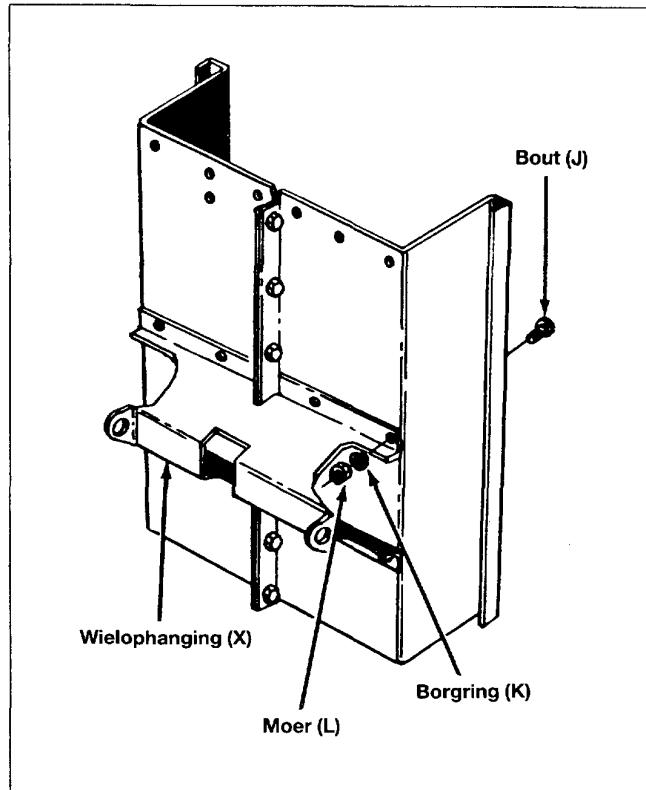

Fig. 4
5. Plaats de wielophanging (X) in de bodem van de aanhangwagen. Zie fig. 4.
6. Monteer de wielophanging op het wagentje met acht bouten (J), borringen (K) en moeren (L). Zie fig. 4. De bouten aan de binnenzijde van de wagen aanbrengen en goed aanhalen.